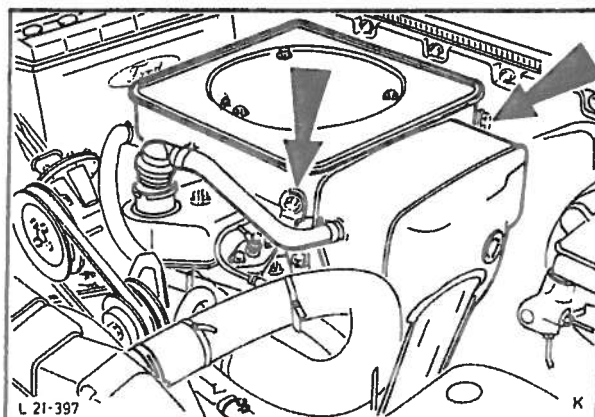

Fig. 130 Montering av luftfilter.
3. Monter toppdekslet med ny pakning og fest luftfilteret, fig. 130.